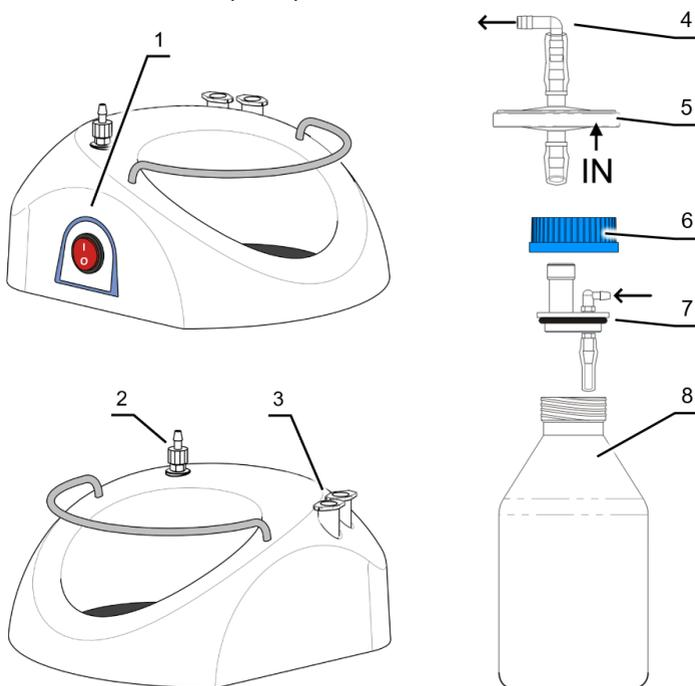

Рисунок 1. ФТА-1, основание и бутылка.
Размещение микропробирок на FTA-1, см. рис. 1/3
- Установите сосуд-ловушку (рис. 1/8) на прибор.
- Убедитесь, что вставка (рис. 1/7) находится в крышке (рис. 1/6). Закрепите крышку на колбе-ловушке. Вставьте комплект гидрофобного фильтра (рис. 1/5) в крышку.
- Проверьте соединения трубок: от фильтра к бутылке (рис. 1/2 и 1/4), от бутылки к аспирационному наконечнику (рис. 1/7 и рис. 2).
- Поместите микропробирки для наконечника в держатель (рис. 1/3).
4.3.1 Установка опционального наконечника МА-8. Извлеките аспирационный наконечник и микропробирки из держателя (рис. 1/3) и поместите внутрь держатель для МА-8. Замените аспирационный наконечник (рис. 5/1) от трубки и подсоедините наконечник МА-8. Храните аспирационный наконечник в новом держателе.
- 5.2 Установите выключатель **Power** (рис. 1/1 или 7/2), в положение **I** (включено). Насос начинает работу.